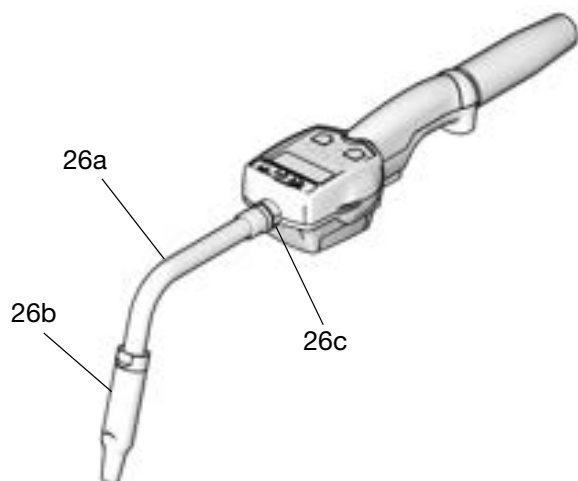

FIG. 6
1. Skruva in tätningsmuttern (26c) i förlängningen (26a) (FIG. 6).
2. Skruva in förlängningen i mätaruttaget minst tre hela varv för att dra åt den ordentligt (FIG. 6).